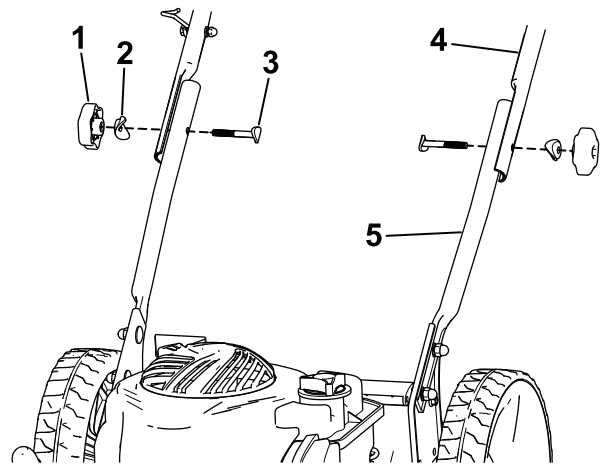

Figura 4
2. Conecte el manillar superior al inferior usando los 2 pomos del manillar, 2 arandelas curvas, y 2 pernos. Apriete los pomos del manillar firmemente a mano (Figura 4).